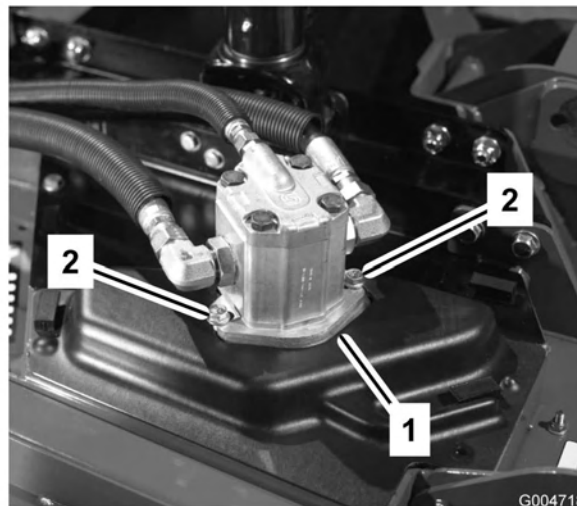

Figure 65
4. Enlevez les boulons qui fixent le moteur hydraulique au plateau de coupe (Figure 65). Soulevez le moteur et placez-le sur le dessus du plateau de coupe.